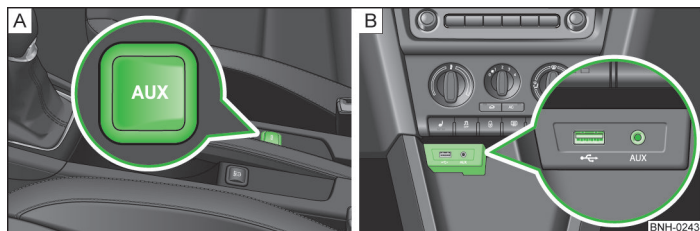

Abb. 86 AUX-IN-Eingang / MDI-Eingang
- » zwischen den Vordersitzen in der Mittelkonsole » Abb. 86 - A;
Bei Fahrzeugen mit MDI-Eingang befindet sich dieser oberhalb des Ablagefachs in der Mittelkonsole vorn » Abb. 86 - B.